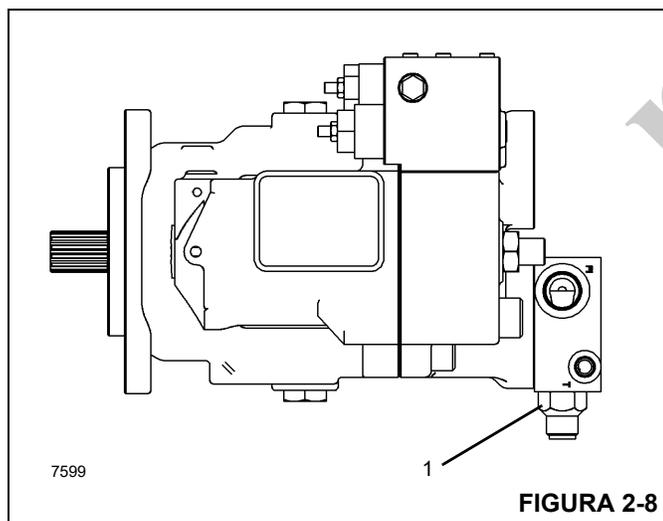

FIGURA 2-8
- Ative a função da linha hidráulica do estabilizador selecionado e ajuste a válvula de alívio de controle de fluxo (1, Figura 2-8) no coletor da bomba principal para 20.684 kPa ± 689 (3000 ± 100 psi).